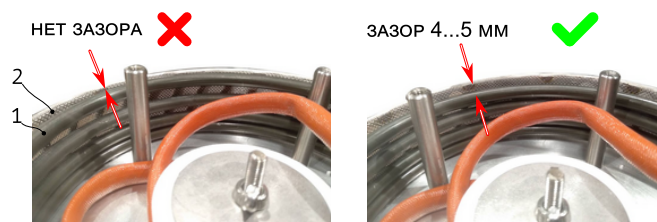

Рисунок 5
12. Убедитесь, что между верхним краем обечайки (2) и краем нагревательного элемента (1) есть зазор 4...5 мм, см. Рис. 5 В случае, если элемент установлен заподлицо с верхней кромкой обечайки, то изделие может «плевать» сахаром.